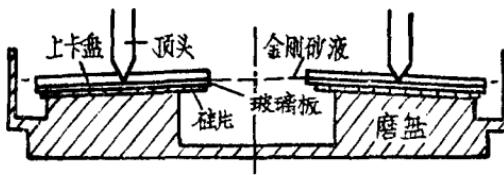
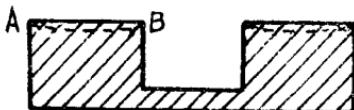

图1 研磨部分示意图。
图 2
用顺转式磨片机磨一板硅片，面积为 $78 \times 78$ 毫米2，其边缘比中心薄0.01毫米以上。而本磨片机为保证磨片的精度，使磨盘研磨面的半径倾斜 $1^\circ$ （见下表和图1），这样，磨 $\phi 120$ 毫米的一板硅片，中心与边缘就能一样厚（经北京市计量管理处检定， $\phi 120$ 毫米的一板硅片，表面的平直度在0.001毫米之内）。研磨面半径的倾斜度与研磨 $\phi 120$ 毫米玻璃板中心与边缘厚薄的关系如表1：
(2) 让研磨面半径上的线段 AB (见图 1 和图 2) 小于上卡盘直径。如果 AB 等于或大于上卡盘直径，则研磨面会磨成如图 2 虚线所示的形状。
## 七、M34 反转式磨片机的部分参考图,如附图 1、2、3、4、5。
附图 1、平面研磨机总图: